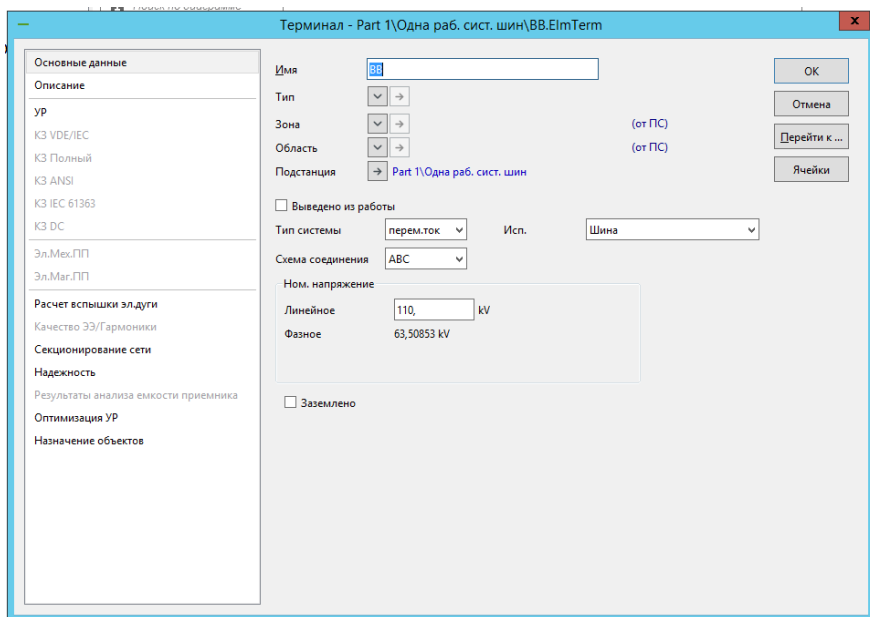

Рисунок 2.1 – Діалогове вікно редагування шини
– Двічі натисніть на верхньому терміналі. З’явиться діалогове вікно редагування терміналу, як показано на рис. 2.1.